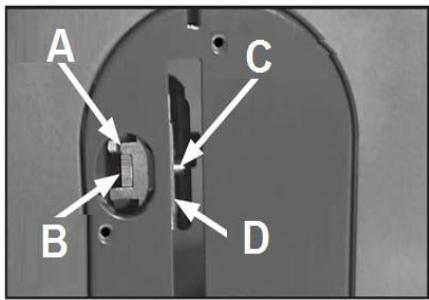

Рис. 13
A. Установите вставку стола, выдвиньте рифленую ручку (B, Рис. 13) и поворачивайте ее в бок так, чтобы зафиксировать ее в открытом положении.
B. Вставьте расклинивающий нож защитного кожуха до конца вниз (D, Рис. 13), затем верните рифленую ручку в исходное положение, чтобы она вышла из зацепления с кронштейном (A, Рис. 13), а стопорный штифт (C, Рис. 13) попал в отверстие в центре ножа.
C. рывком потяните нож вверх, чтобы проверить, заблокировал ли он защитный кожух пильного диска. При правильной установке защитного кожуха, он должен выглядеть, как показано на Рис. 13, Рис. 14, а также свободно наклоняться так, чтобы в нижнем положении кожух касался поверхности стола. Кожух должен также откидываться достаточно высоко, чтобы расположить заготовку.